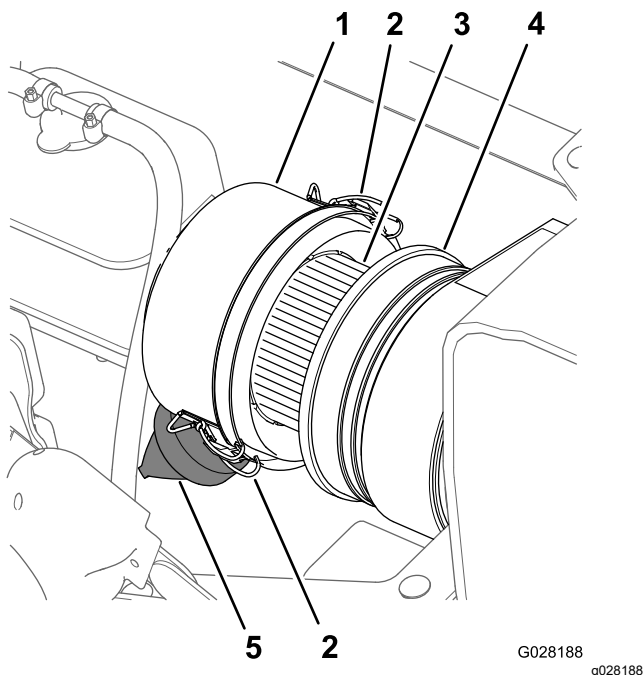
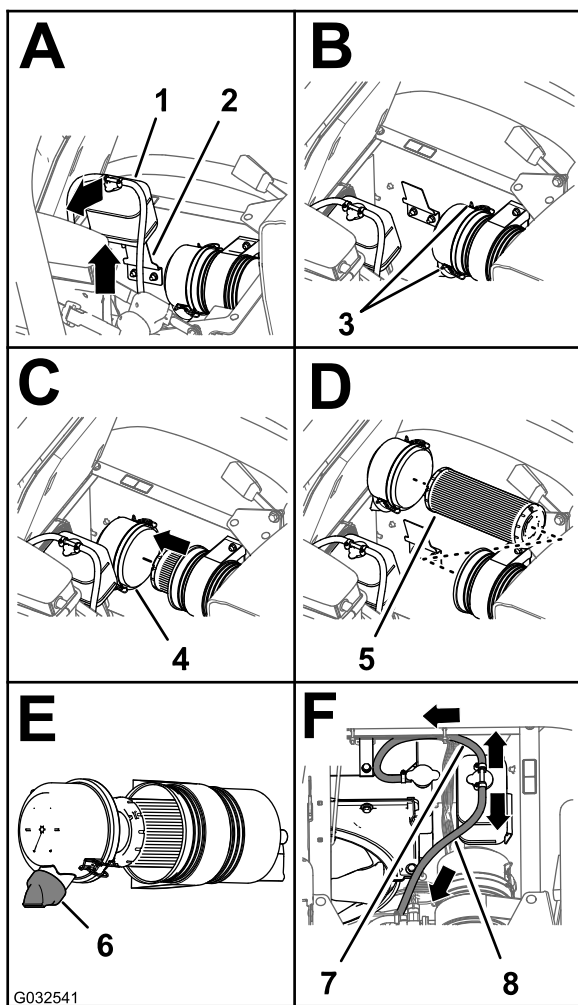

Figure 108
Figure 109
3. Nettoyez le capuchon antipoussière et le boîtier du filtre à air (Figure 108).
4. Recherchez sur le boîtier du filtre à air des dommages susceptibles d'occasionner des fuites d'air (Figure 108).
5. Pressez la valve à poussière pour éliminer les saletés, la poussière et les débris (Figure 108).
7. Vérifiez que l'élément du filtre à air ne présente pas de dépôts excessifs de poussière, saleté ou débris (Figure 108).
8. Reposez le capuchon antipoussière sur le boîtier du filtre à air et fixez-le en place avec les 2 attaches (Figure 108).
2. Nettoyez le capuchon antipoussière et le boîtier du filtre à air (Figure 108).
3. Soulevez le réservoir de trop-plein de liquide de refroidissement pour le déposer de son support (Figure 109).
4. Desserrez les 2 attaches qui fixent le capuchon antipoussière sur le boîtier du filtre à air (Figure 109).
6. Nettoyez l'intérieur du capuchon antipoussière, du boîtier du filtre à air et de la valve à poussière avec un chiffon humide (Figure 108 et Figure 109).
7. Insérez l'élément filtrant neuf dans le boîtier du filtre à air (Figure 109).
8. Reposez le couvercle sur le boîtier du filtre à air et fixez-le en place avec les 2 attaches (Figure 109).
Remarque: Vérifiez que la valve à poussière s'aligne bien entre les positions 5 et 7 heures vu de l'extrémité (Figure 109).
9. Placez le réservoir de trop-plein du liquide de refroidissement en face de son support et fixez solidement le réservoir (Figure 109).
Important: Vérifiez que le flexible de décharge de pression est dirigé vers l'avant et le bas et que le flexible d'évent du réservoir est dirigé vers l'arrière, comme montré à la Figure 109.